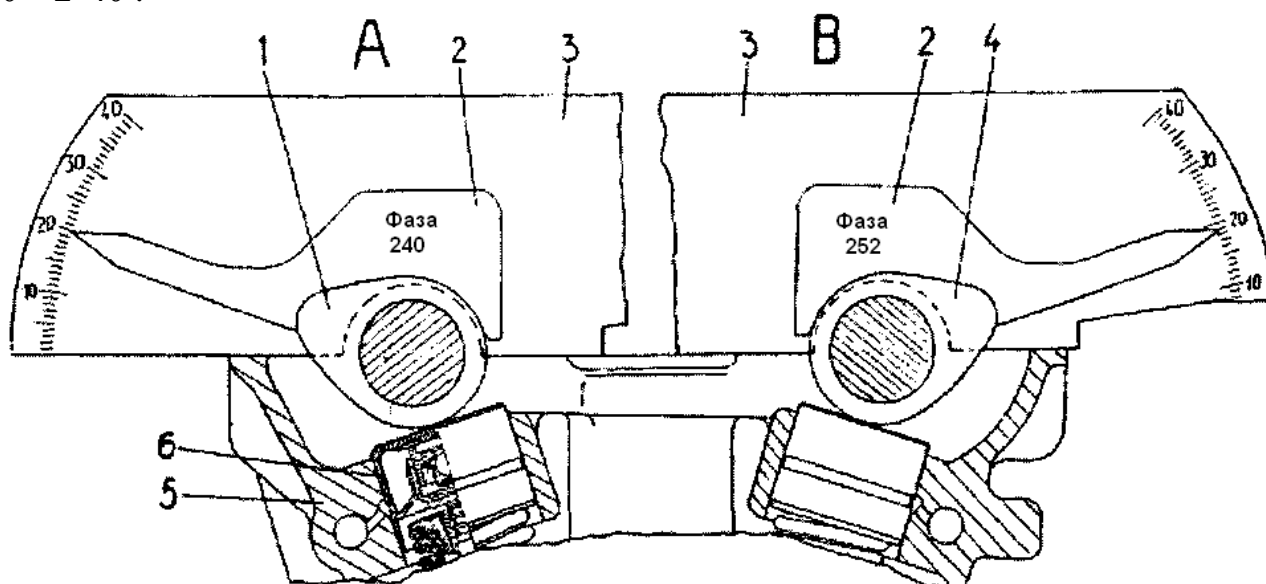

Рис.56. Проверка углового положения распределительных валов:
2. Установить транспортер 3 (рис.56) за первым кулачком распределительного вала впускных клапанов - вид «А». Прижимая транспортер 3 к верхней плоскости головки цилиндров 5, приложить и плотно прижать шаблон 2 с маркировкой «Фаза 240» (для впускного распределительного вала) к поверхности первого кулачка. При этом стрелка шаблона должна показывать на транспортере угол  $20^\circ \pm 2' 40''$ .